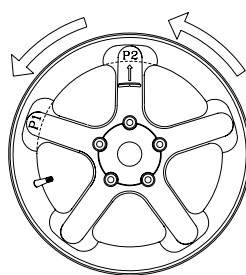

Figure 29d
9. Tourner la roue à la position du second rayon ou du rayon le plus près avec P2 sur l'afficheur et appuyer sur enter. Figure 29d